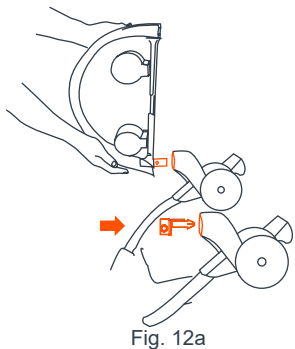
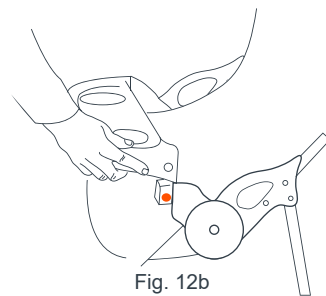

Fig. 12a
Fig. 12b
**12)** • Pour attacher le plateau enfant : Insérer le support du plateau dans l'emplacement sur le côté droit de la poignée. Vérifiez qu'il est fermement verrouillé en place (Fig. 12a). Glisser le pivot en métal du bras gauche du plateau dans le trou situé sur le côté gauche de la poignée. Ce faisant, appuyez sur le bouton d'insertion sur le bras. Assurez-vous que le bras gauche s'enclenche. Faites pivoter le plateau autour du bras vers la droite de manière à ce qu'il repose sur le support. Appuyez sur le bas et assurez-vous que le bouton s'enclenche et sécurise le plateau (Fig. 12b).